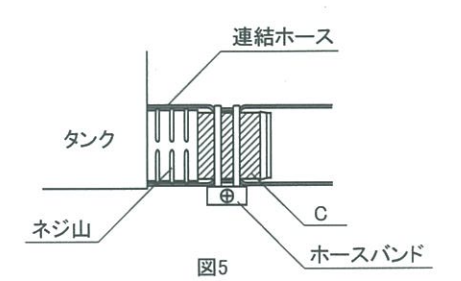

図5
■給水管のキャップを外し、付属の水量ゲージ③にて水量を確認してください。
■タンクを2個以上組合わせて使用する場合、連結ホース⑦をタンク差込口の最後まで差し込み、ホースバンド⑧をC平面部(図5斜線部)内に収まるようにセットし、ネジをきつく締めて固定してください。